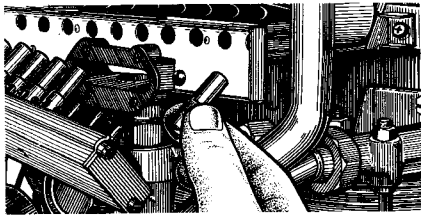

Fig. 15
Retirar las trompetas (6) que lleva cada inyector, (fig. 15).
Retirar las trompetas (6) (fig. 15) de cada inyector en caso de que las hubiese.